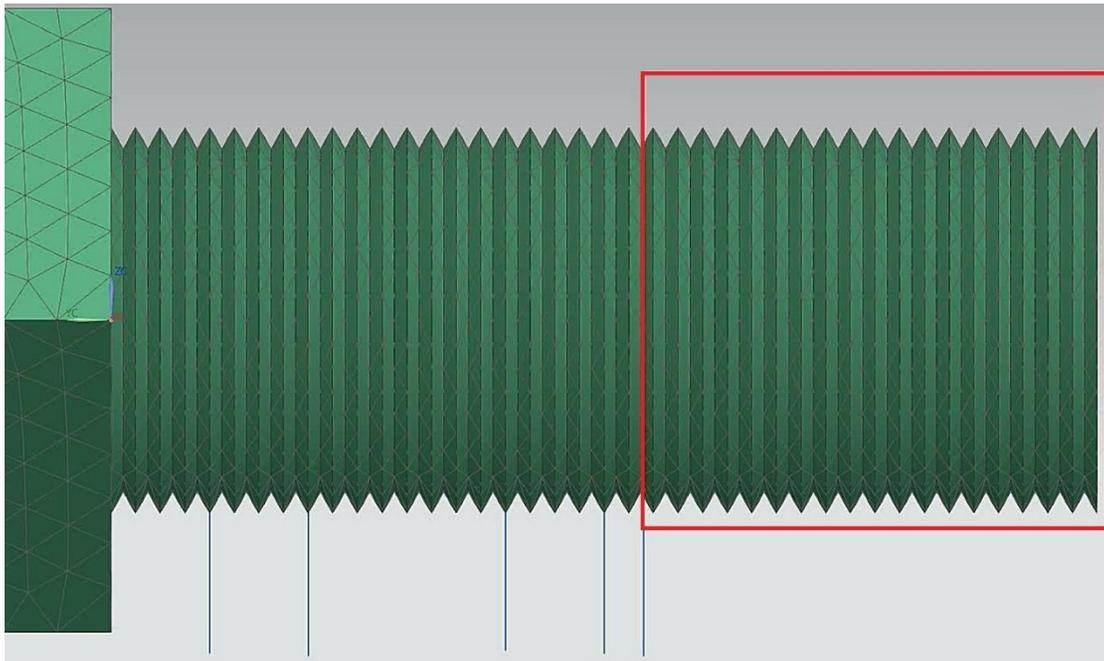

Figura 5.32 Restricción de desplazamiento.
- Una vez hecho esto, seleccionaremos toda la sección del tornillo que se encuentre después de nuestra línea de referencia de 1.2 mm (Figura 5.32).